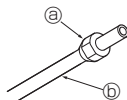

Fig. 5-5
5.2.3. Montaggio dei dadi svasati (Fig. 5-5)